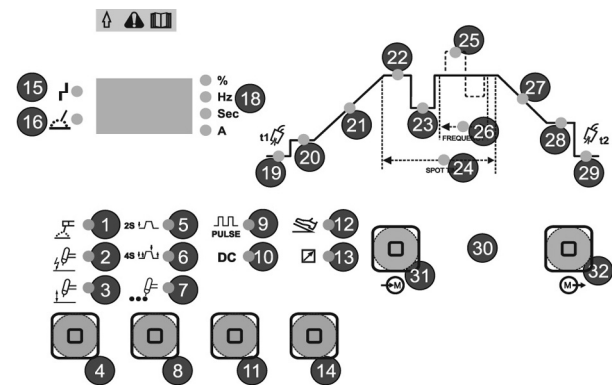

Figure 1
- Positionner le sélecteur de modalité  (Réf.1 - Figure 1 Pag. 6.) sur le type de soudage à électrodes enrobées.
- Régler le courant de soudage nécessaire à l'aide du bouton (Réf.3 - Figure 1 Pag. 6.).
En appuyant sur la touche de déplacement 4 et positionnant l'indicateur lumineux sur le symbole 1 - Figure 1 Pag. 6.), on peut sélectionner la modalité de soudure à électrode.
En appuyant sur la touche 4 - Figure 1 Pag. 6.) jusqu'à positionner l'indicateur lumineux sur le symbole 2 - Figure 1 Pag. 6.), on peut sélectionner la modalité de soudure TIG avec départ à haute tension. En appuyant sur le bouton torche on produit une décharge à haute tension qui permet l'amorce de l'arc.
En appuyant sur la touche 4 - Figure 1 Pag. 6.) jusqu'à positionner l'indicateur lumineux sur le symbole 3 - Figure 1 Pag. 6.), on peut sélectionner la modalité de soudure TIG avec départ Lift.
En appuyant sur la touche 8 - Figure 1 Pag. 6.) on positionne l'indicateur lumineux sur le symbole 5 - Figure 1 Pag. 6.). Dans cette modalité on appuie sur le bouton torche pour amorcer le courant de soudure et on maintient appuyé jusqu'à ce qu'il se soit réchauffé.
En appuyant sur la touche 8 - Figure 1 Pag. 6.) on positionne l'indicateur lumineux sur le symbole 6 - Figure 1 Pag. 6.). Dans cette modalité le bouton torche fonctionne à quatre temps pour pouvoir souder automatiquement. Avec la première pression du bouton torche on active le flux du gaz et au relâchement successif on active l'arc de soudure. La seconde pression du bouton torche interrompt la soudure et au relâchement on désactive le flux de gaz (Voir aussi section - Figure 1 Pag. 6.).
En appuyant la touche 8 - Figure 1 Pag. 6.) on positionne l'indicateur lumineux sur le symbole 7 - Figure 1 Pag. 6.). Dans cette modalité on a une soudure à points temporisée avec un temps au choix comme décrit à la référence 24 - Temps de soudure à résistance (Spot time).
Pour obtenir le fonctionnement pulsé, une fois que la modalité de TIG (Lift ou bien HF), on appuie sur la touche 11 - Figure 1 Pag. 6.) jusqu'à positionner l'indicateur lumineux sur le symbole 9 - Figure 1 Pag. 6.). Dans cette modalité le courant pulse entre une valeur maximale et minimale au choix comme décrit respectivement dans les références 22: courant nominal de soudure e 23: courant réduit.
DC Pour obtenir le fonctionnement TIG DC (TIG à courant continue), une fois sélectionnée la modalité de TIG (Lift ou HF), on appuie sur la touche (Lift ou HF), on appuie sur la touche 11 - Figure 1 Pag. 6.) jusqu'à positionner l'indicateur lumineux sur le symbole 10 - Figure 1 Pag. 6.).
En appuyant sur la touche 14 - Figure 1 Pag. 6.) jusqu'à positionner l'indicateur lumineux sur le symbole 12 - Figure 1 Pag. 6.) jusqu'à positionner l'indicateur lumineux sur le symbole.
En appuyant sur la touche 14 - Figure 1 Pag. 6.) jusqu'à positionner l'indicateur lumineux sur le symbole 13 - Figure 1 Pag. 6.) jusqu'à positionner l'indicateur lumineux sur le symbole.
Quand se vérifie une des alarmes prévues, l'indicateur 15 - Figure 1 Pag. 6.) s'allume et en même temps le display 17 - Figure 1 Pag 6.) A lire ci-dessous les alarmes possibles, les indications relatives et les opérations à faire pour rééquiper le générateur:
Cet indicateur 16 - Figure 1 Pag. 6.) s'allume toutes les fois que le générateur est en train de distribuer du courant.
Symboles qui indiquent le type de grandeur visible sur le display (Duty cycle, fréquence, temps, ampère) 18 - Figure 1 Pag. 6.).
A remarquer que pendant le choix de chaque paramètre, l'indicateur lumineux correspondant s'allume et les display 17 - Figure 1 Pag. 6.) et les led 18 - Figure 1 Pag. 6.) indiquent respectivement la valeur et l'unité de mesure du paramètre modifié.
Avec les touches 31 et 32 on positionne l'indicateur lumineux dans la position 19 - Figure 1 Pag. 6.); puis, en agissant sur le bouton 30, on établit la durée en secondes du flux initial du gaz. Range de valeurs compris entre 0,2 sec. et 5 sec.
Par l'intermédiaire des boutons 31 et 32 positionner l'indicateur lumineux sur la position 20 - Figure 1 Pag. 6.) et après en tournant le bouton 30, on affiche la valeur du courant initial dans la modalité TIG 4 temps. Plage des valeurs comprise entre I_{min}. et I_{nominal} de soudure.
Avec les touches 31 et 32 on positionne l'indicateur lumineux sur le symbole 21 - Figure 1 Pag. 6.); quindi, agendo sulla manopola 30, en agissant sur le bouton 30 on établit le temps désiré pour rejoindre le courant nominal de soudure dans la modalité TIG. Range de valeurs compris entre 0 sec. et 10 sec.
Avec les touches 31 et 32 on positionne l'indicateur lumineux sur le symbole 24 - Figure 1 Pag. 6.); puis, en agissant sur le bouton 30, on établit la durée en secondes de l'impulsion de soudure à résistance. Range de valeurs compris entre 0,1 sec. et 10 sec.
Avec les touches 31 et 32 on positionne l'indicateur lumineux sur le symbole 22 - Figure 1 Pag. 6.); puis, en agissant sur le bouton 30, on établit la valeur du courant nominal de soudure pour toutes les modalités disponibles. Range de valeurs compris entre 5A et 220A.
Avec les touches 31 et 32 on positionne l'indicateur lumineux sur le symbole 25 - Figure 1 Pag. 6.); puis, en agissant sur le bouton 30, on établit l'équilibrage des diverses formes d'onde en TIG à pulsations.